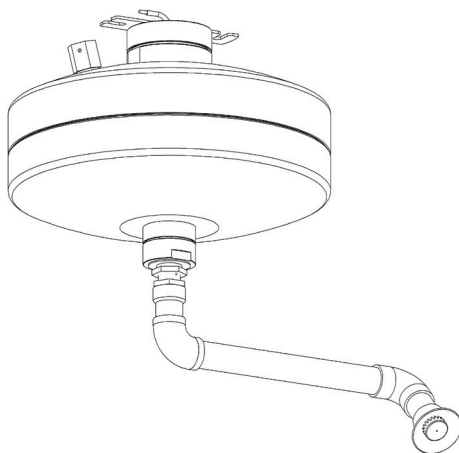

Рисунок 3
3.5 Допускается присоединение к МУПТВ трубопровода направленной подачи Ду32 длиной не более 4х метров для обеспечения равномерного орошения в условиях ограниченного пространства, конструктивных или технологических особенностей защищаемого объекта. Рекомендации по проектированию для таких решений приведены в СТО. Схема возможного исполнения модуля с трубопроводом направленной подачи представлена на рис.3.